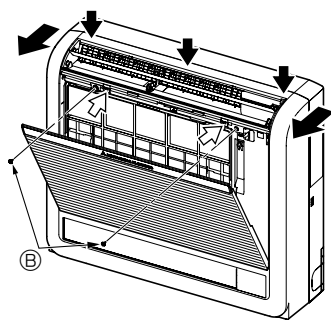
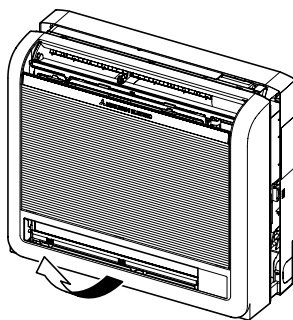

Fig. 3-3
Fig. 3-4
- ① Presione en las 2 posiciones indicadas por las flechas ↔ y abra la rejilla frontal. (Fig. 3-3)
- ② Abra la rejilla frontal y retire los dos tornillos.
- ③ Abra el deflector horizontal de la salida de aire superior, empuje la parte superior del panel frontal en las tres posiciones y tire del extremo superior de la rejilla para extraerla de la unidad interior.
- ④ Levante la rejilla exterior y extraígalas. (Fig. 3-4)